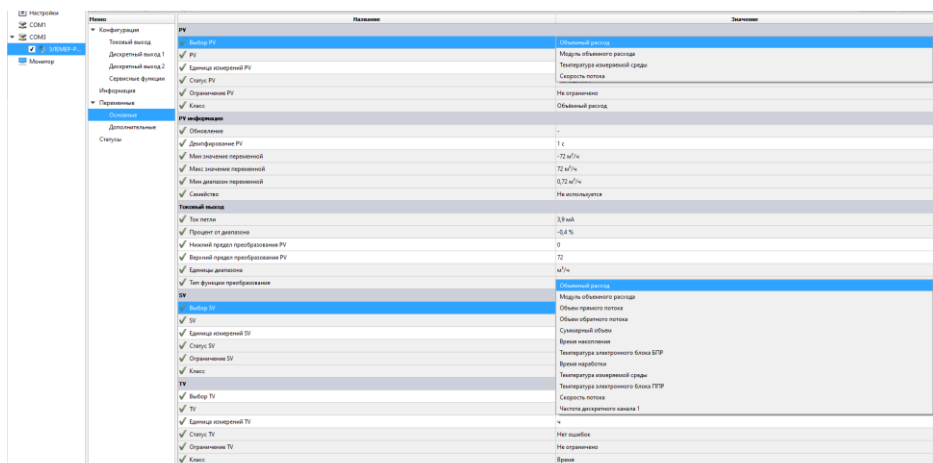

Рисунок 2.20 – Меню «Переменные», подменю «Основные»
2.6.5.3 Гибкая система назначений позволяет независимо связывать переменные прибора с унифицированным выходным сигналом (первичной переменной) и дискретными выходами, а также назначать их на вторичные переменные (рисунок 2.20). Допустимые комбинации назначений приведены в таблице 2.28.